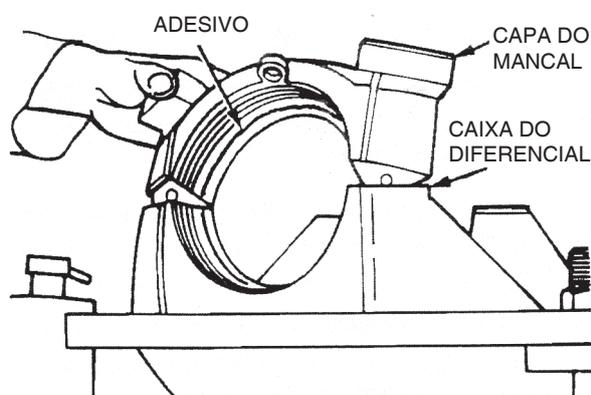

Figura 4.10
3. Aplique um cordão contínuo do adesivo na sede do rolamento na caixa do diferencial e capa do mancal. Aplique o adesivo ao redor da circunferência acabada e retificada somente. Não aplique o adesivo nas roscas do anel de ajuste. Figura 4.10.